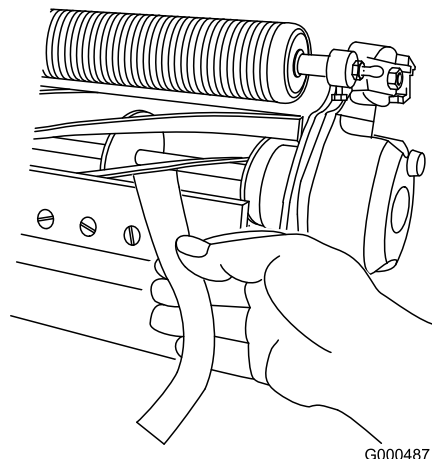

图13
10. 在滚刀与底刀间插入一长条剪切性能纸（Toro 零件号 125-5610）、纸要与底刀垂直、检测剪切性能（图13）。缓慢向前旋转滚刀；滚刀应剪切检测纸。